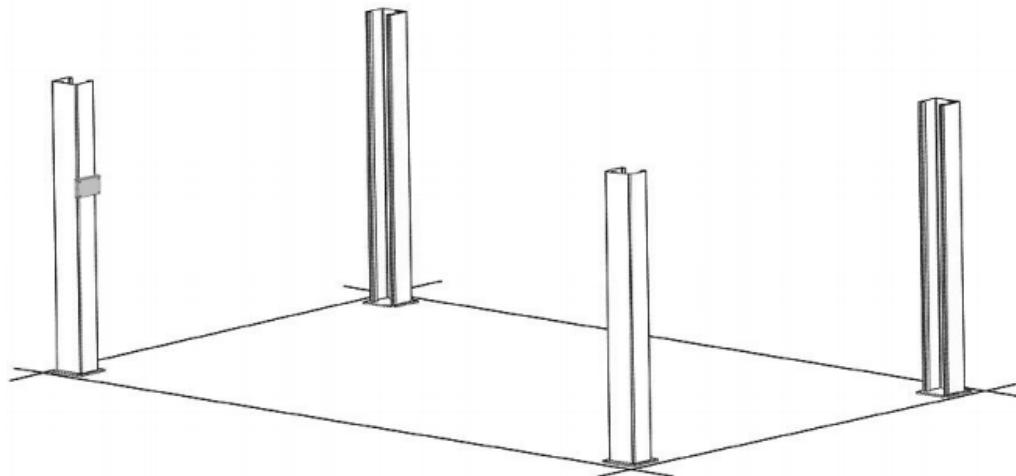

Рис. 3.1
1. Мелом расчертите схему установки подъёмника на полу в соответствии с указанными в инструкции размерами. Обратите внимание на место расположения гидроагрегата. Расположите и установите стойки в соответствии с отмеченными меловыми линиями. **НЕ ЗАКРЕПЛЯЙТЕ** стойки к полу болтами на этом этапе установки. Соблюдайте осторожность, чтобы не допустить падение стоек (см. рис. 3.1).